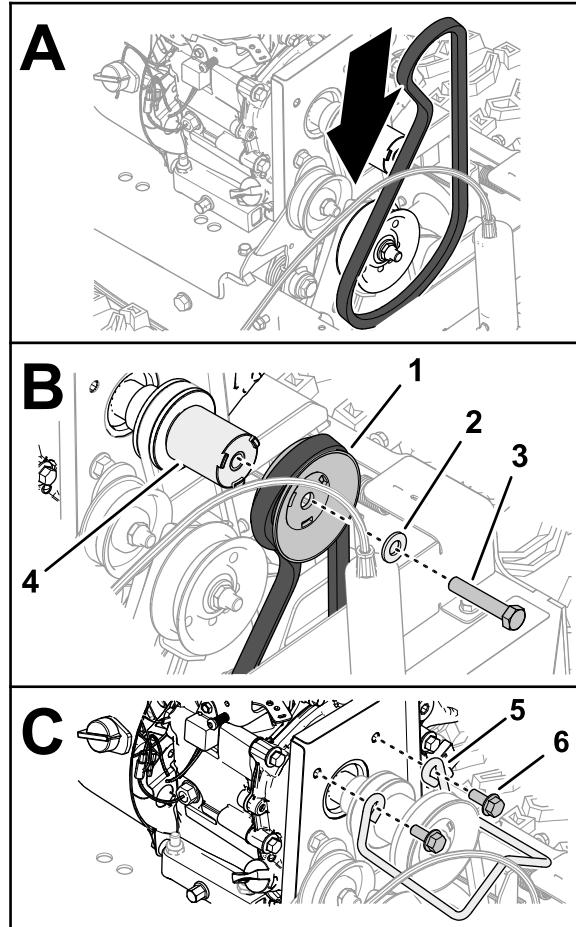

Figura 45
2. Monte a correia de 96 cm no entalhe da polia do veio de transmissão (Figura 45).
3. Monte a correia no entalhe da polia da transmissão da vassoura (Figura 45).
4. Monte a polia da transmissão da vassoura no espaçador da polia (Figura 45).
5. Prenda a polia e espaçador com o veio de transmissão (Figura 45) com o parafuso ($\frac{3}{8}$ pol. x 2 pol.).
- Monte o guia da correia no motor com os dois parafusos flangeados (Figura 45).